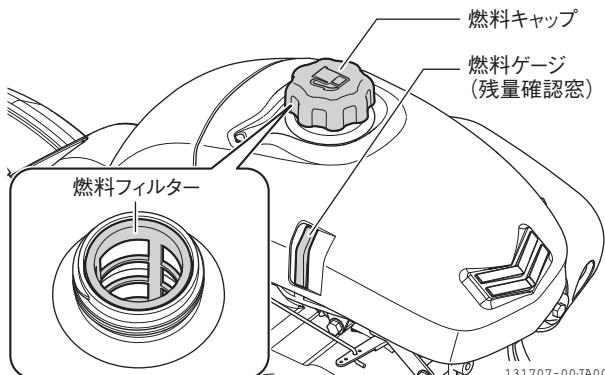

図 4-11 燃料補給
- 燃料キャップを外し、燃料フィルターにごみが詰まっていることを点検します。(図 4-11)
- 燃料タンク横の燃料ゲージで、燃料の残量を点検します。(図 4-11)